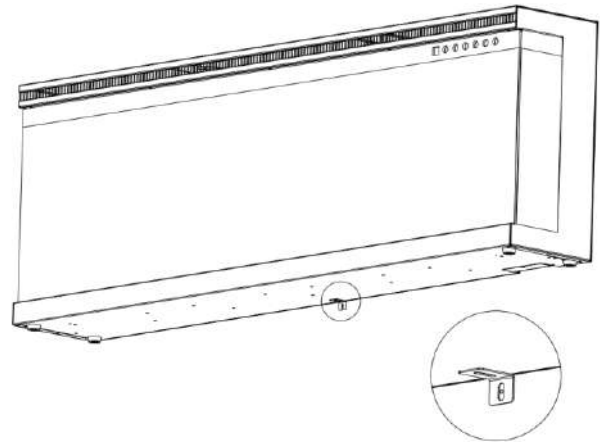

Fig 1-2
B. Mithilfe dieser Schraube ist die „L“-Stütze (J) am Boden der Feuerstelle zu montieren (Fig 1-2).